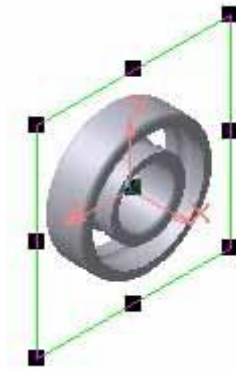

Рисунок 4.17 – Вибір площини побудови ескізу
7. Виберіть площину (у нашому прикладі – **ZY**) як площину побудови ескізу. Вона також є поздовжньою площиною симетрії кілець, завдяки тому, що при створенні ескізу кільця базова точка лежала в даній площині (рис. 4.17). В іншому випадку, треба було б будувати допоміжну площину.